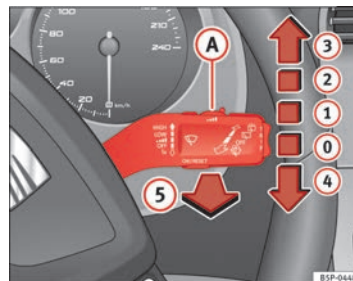

Fig. 85 Levier d'essuie-glace et de lave-glace
Le levier d'essuie-glace ⇒ fig. 85 est doté des positions suivantes :
- Si le véhicule s'arrête lorsque le cran **⇒ fig. 85 2** ou **3** a été sélectionné, le cran immédiatement inférieur est sélectionné. Si le véhicule redémarre, le cran sélectionné précédemment est à nouveau sélectionné.